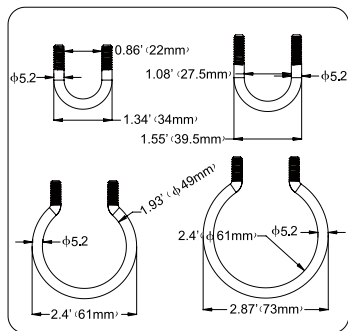

Fig. 8
1. Can be equipped with 4 sizes of round tube light poles, the sizes are as follows: $\varnothing 21\text{mm}$, $\varnothing 27\text{mm}$, $\varnothing 48\text{mm}$, $\varnothing 60\text{mm}$ (Figure 8).
2. Select the appropriate bolts (Figure 8), assemble the bolts to the fixture, and install the nuts (Figure 9).
1. Peut être équipé de 4 tailles de poteaux d'éclairage à tube rond, les tailles étant les suivantes : $\varnothing 21\text{mm}$, $\varnothing 27\text{mm}$, $\varnothing 48\text{mm}$, $\varnothing 60\text{mm}$ (figure 8).
2. Sélectionnez les boulons appropriés (figure 8), assemblez les boulons à l'appareil et installez les écrous (figure 9).